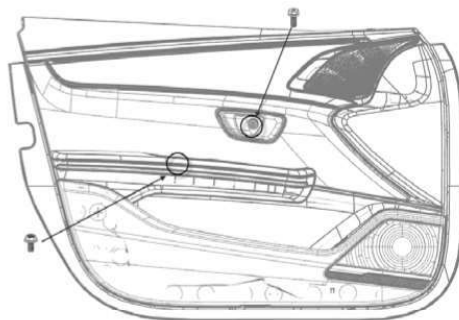

图 7-1-3 左前门螺钉拆卸示意图
(3) 如图 7-1-3，用十字起将图中圆圈处的螺栓拆下（2个）